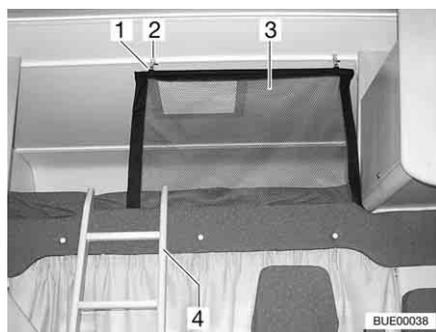
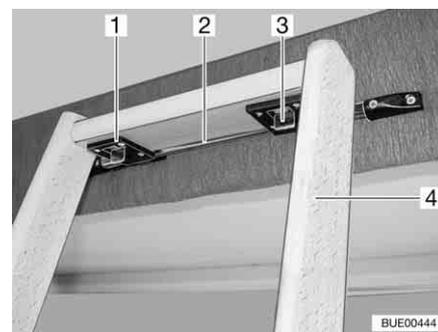

Fig. 99 Lit de capucine
Fig. 100 Echelle de montée, dispositif de verrouillage
Toujours monter sur le lit de capucine avec l'échelle de montée (Fig. 99,4 et Fig. 100,4) de série.
- Accrocher l'échelle avec les deux crochets (Fig. 100,1) à la barre (Fig. 100,2) sur le bandeau du lit de capucine.
- Pousser les deux dispositifs de verrouillage (Fig. 100,3) vers l'avant.
Le filet de sécurité (Fig. 99,3) de série est rangé entre le matelas et le sommier à lattes. Ne tendre le filet de sécurité qu'une fois que les personnes se trouvent dans la capucine.
- Accrocher le support (Fig. 99,1) dans les œillets du plafond (Fig. 99,2).